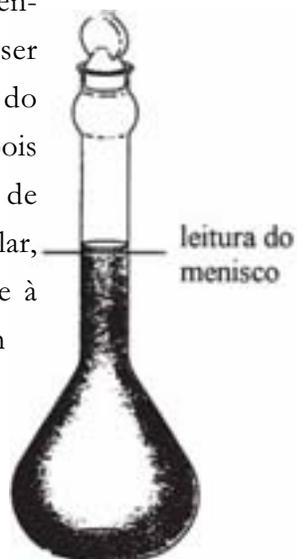

Figura 4d. Balão
1. Balões volumétricos: Os balões volumétricos são balões de fundo chato e gargalo comprido, calibrados para conter determinados volumes líquidos (Figura 4d).